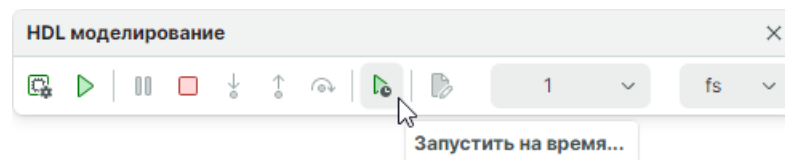

Рис. 30 Кнопка «Запустить на время...»
3. В панели инструментов «HDL моделирование» нажмите кнопку  для запуска моделирования, см. Рис. 30. Далее будет запущена симуляция.